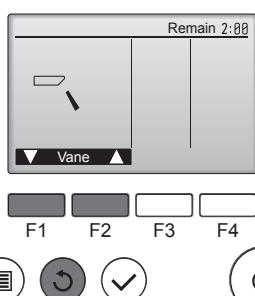

Fig. 8-4
- Tryk på knappen [VÆLG] for at få vist driftsskærmen Vane (Ventilatorvinge), og tryk derefter på knapperne [F1] og [F2] for at kontrollere autovingen. (Fig. 8-4)